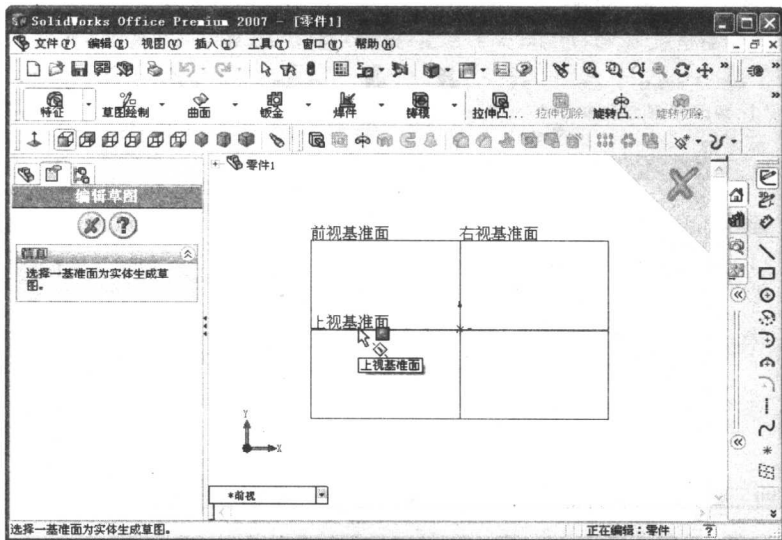

图 1.5 选择上视基准面作为草图平面
(2) 单击 CommandManager 工具栏上的“草图绘制”按钮, 出现如图 1.5 所示的界面。移动鼠标指针到“上视基准面”字样上, 单击将所选平面激活, 进入草图绘制模式。